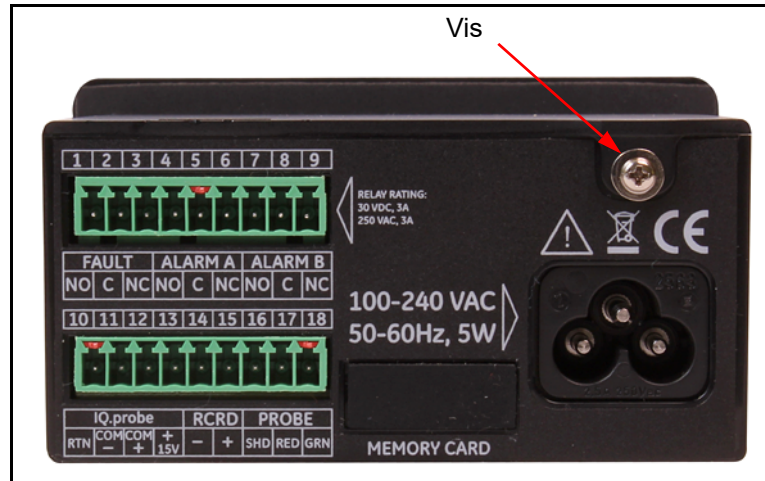

Figure 4: Panneau arrière (version à câble CA illustrée)
2. Retirez la vis qui se trouve en haut du panneau arrière (voir la *Figure 4* ci-dessous).